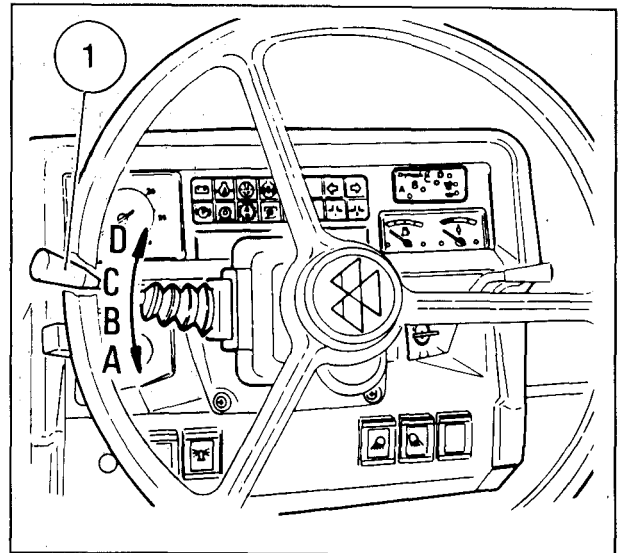

Fig. 7a.
Deze groepen (A-B-C-D) kunnen onder belasting worden geschakeld met behulp van de schakelhendel (1) welke geplaatst is aan de linkerkant van de stuurkolom (fig. 7a).